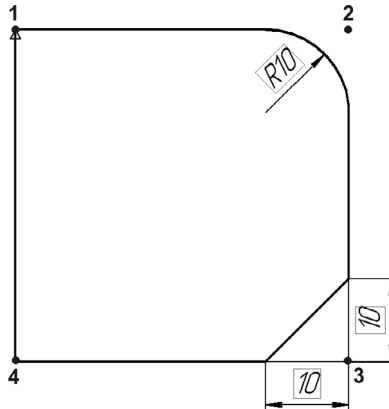

Рис. 59.62.
11. Проставьте линейные размеры фаски: вертикальный 10 мм и горизонтальный 10 мм (рис. 59.62).